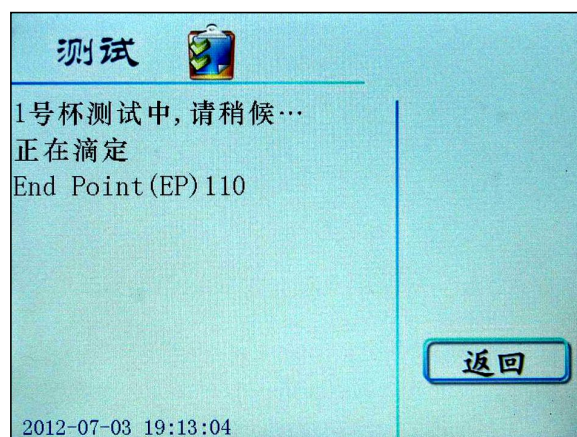
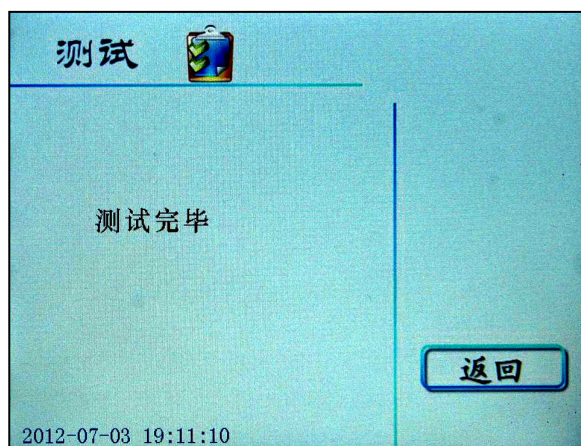

图 14 测试页面
图 15 测试页面
9. 在正式的样品测定前，应将洁净的样品油杯水平放置在相应的杯位孔内，在每个测定油杯中准确平行注入待测样品油 10.0mL（或在油杯中称量待测样品油 8.3 ~ 8.5g，并将油杯归位），加入一只搅拌磁棒，盖上样品测定暗室盖。在开机页面（图 4）按 **开始** 键进行测试，同时显示屏显示测试页面，屏幕在不同测试阶段分别显示“X 号杯测试中，请稍后……”、“正在滴定”，测定完成后还会显示“滴定终点（EP）值”（图 14）及“测试完毕”（图 15）等字样。